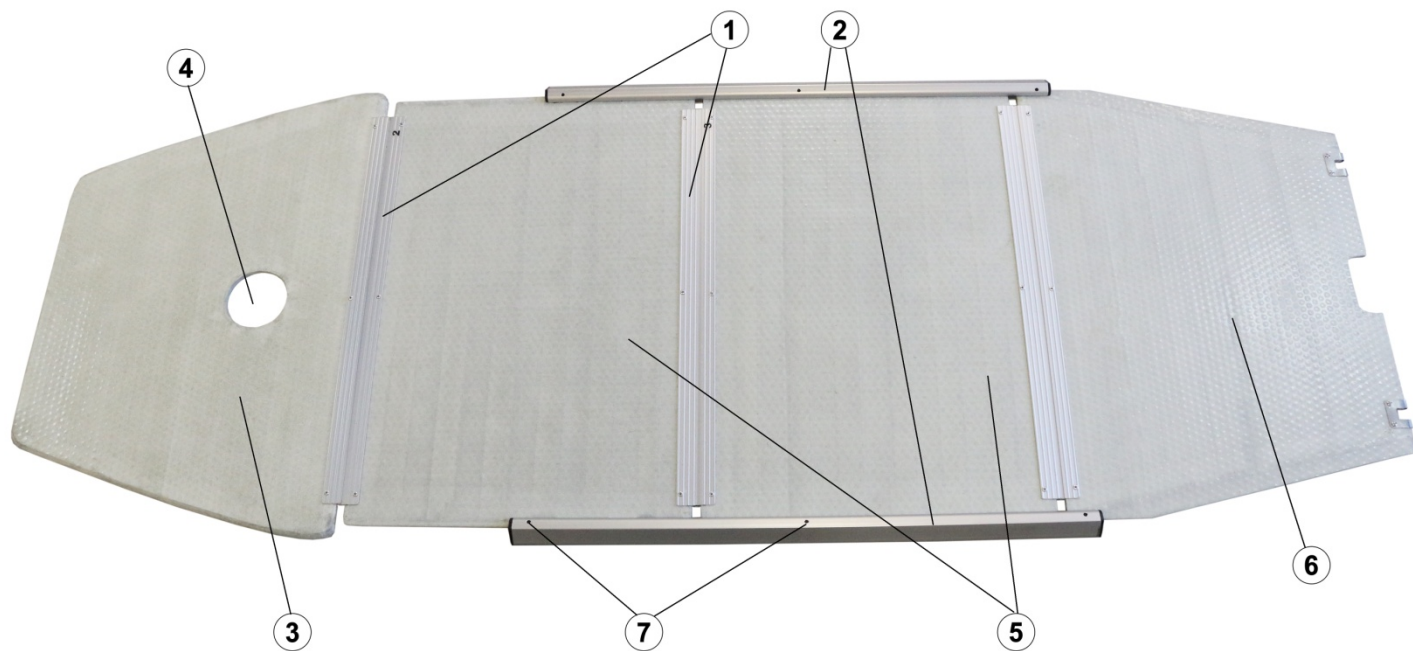

Рис.2
3.2. Жесткость конструкции обеспечивается разборным жестким настилом (Рис.2), скрепленным поперечными, направляющими (поз.1) и стрингерами продольной жесткости (поз.2), входящими в конструкцию днища. Жесткий настил (пайол) состоит из носовой секции (поз.3) в виде трапеции с вырезом под воздушный клапан кильсона (поз.4); из двух прямоугольных центральных секций (поз.5) и кормовой секции (поз.6) с вырезом под сливной клапан. Центральные кормовая секция пайола соединяются продольными стрингерами. Стрингеры имеют отверстия для смещения стрингеров специальным крюком (поз. 7).